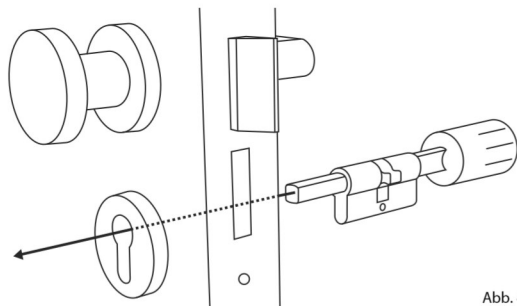

Abb. 4
- ④ Schieben Sie den Zylinder von der Innenseite der Tür aus in das Einsteckschloss der Tür (Abb. 4).